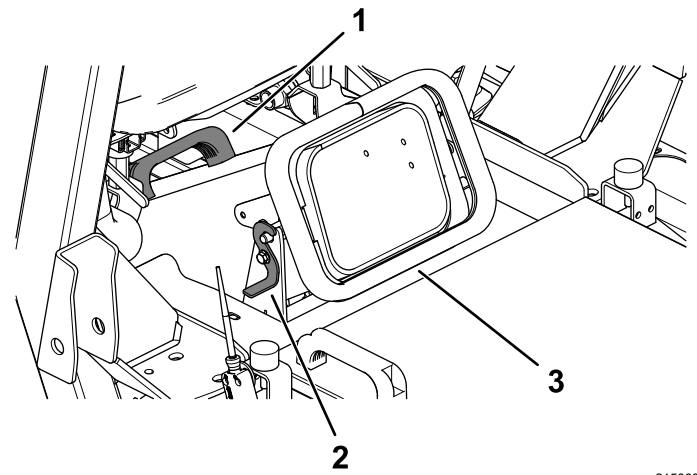

Figura 27
6. Desenganche el conducto de hierba (Figura 27).
7. Con el tirador en el conducto, retírelo y límpielo junto con la apertura de la carcasa de corte (Figura 27).
8. Instale el conducto y fíjelo con los cierres (Figura 27).